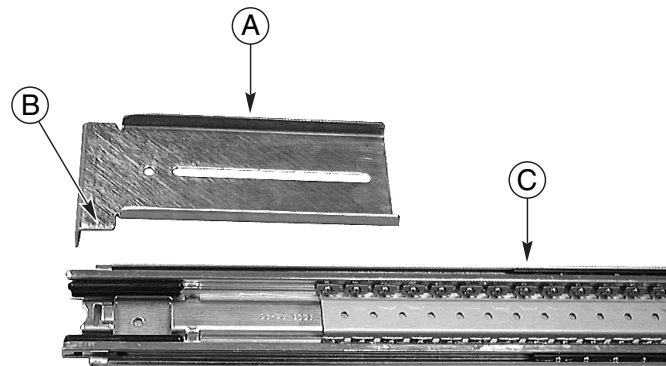

Figura 4 Posicionamento do suporte FL/RR
A Figura 4 mostra como o suporte FL/RR é posicionado e como o conjunto do trilho deslizante é estendido.
3. Posicione um dos suportes identificados por FL/RR sobre a parte externa da seção externa. A lingüeta inferior do suporte deve ser posicionada corretamente. O item B na Figura 4 mostra o posicionamento correto do suporte.